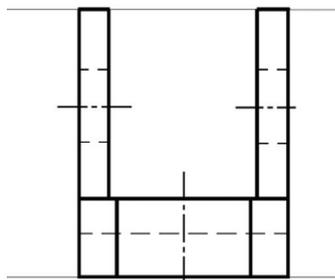

Рис. 4.7
- Построить вид слева (пример на рис. 4.7).